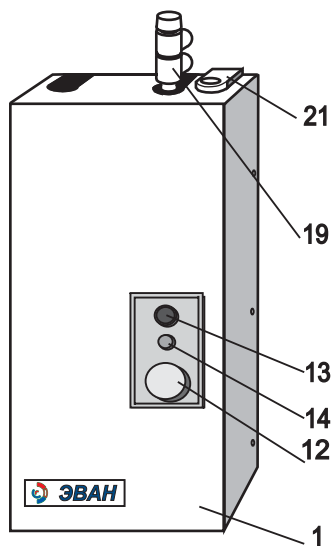

Рисунок 1.
4.1. Водонагреватели ЭВАН-В1 -6; -7,5; -9; -12; -15; -18; -24; -30 в соответствии с рис.1, 2 состоят из следующих основных частей:
- кожуха (1) рис.1 с оригинальным дизайном;
4.5. Для предотвращения попадания брызг на клеммник (9) подключение питающего кабеля осуществляется через гермоввод (уплотнительную манжету) (21) (рис. 1).